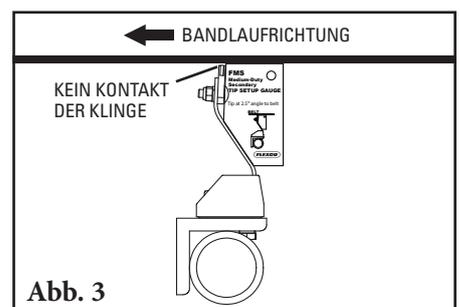

Abb. 3
3. Blattneigung einstellen. Abstreifblatt/Steckachse auf dem Band vermitteln. Die Steckachse drehen, bis sie mit der mitgelieferten Einstellschablone übereinstimmt (Abb. 3). Die Schraube der Steckachsenklemme an beiden Steckachsenhalterungen festziehen, um sie in der Stellung zu fixieren. Verwenden Sie den Inbusschlüssel, um die Stellschraube zu arretieren. Während des Fixierens in der richtigen Stellung darf das Abstreifblatt das Band nicht berühren. Falls es doch einen Kontakt gibt, die Maße aus Schritt 1 überprüfen.
3. **Blattneigung einstellen.** Positionieren Sie die Steckachse/ Abstreiferblätter in der Mitte des Förderbands. Drehen Sie die Steckachse, bis sich die Klingen gemäß der mitgelieferten FMS-Klingen-Einstellschablone ausrichten (Abb. 3). Ziehen Sie die Schraube der Steckachsenklemme an beiden Steckachsen-Halterungen an, um die Steckachse an der Stelle zu fixieren. Verwenden Sie zum Arretieren der Einstellschraube einen Inbusschlüssel. Während der Befestigung der in die richtige Position gebrachten Steckachse darf das Abstreiferblatt das Band nicht berühren. Sollte dennoch ein Kontakt entstehen, sind die Maße aus Schritt 1 zu überprüfen.